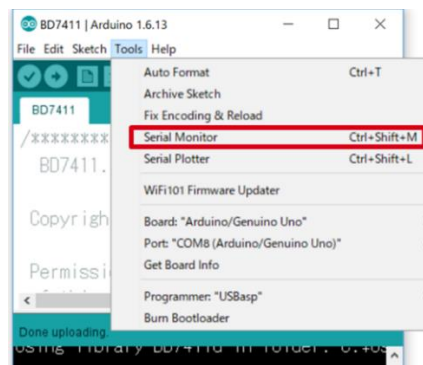

Figure 5. Tools 設定
6. [Tools]->[Serial Monitor]を起動 (Figure 5)